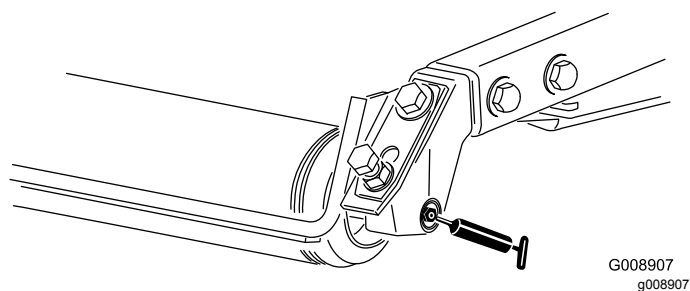

Figura 69
- Rolamentos do cilindro traseiro (2 por cada unidade de corte) – Figura 69